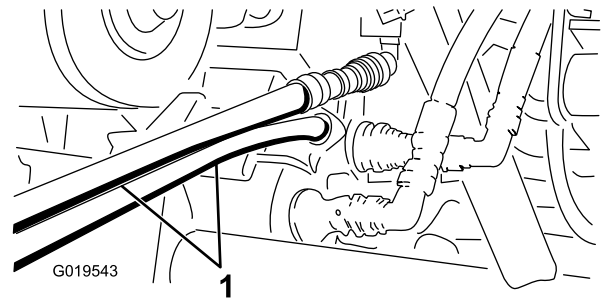

Figura 75
- En la otra máquina, conecte las dos mangueras al acoplamiento que permanece todavía en el soporte de acoplamiento (conecte la manguera superior al acoplamiento superior y la manguera inferior al acoplamiento inferior) (Figura 75).